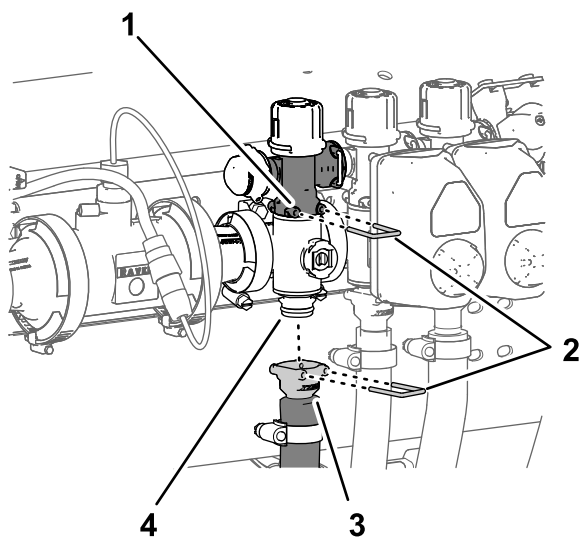

Рисунок 120
1. Снимите штифт быстроразъемного соединения, который крепит быстроразъемный соединитель перепускного клапана секции к коллекторному клапану секции (Рисунок 120).
2. Снимите штифт быстроразъемного соединения, который крепит быстроразъемный соединитель шланга подачи секции к коллектору быстроразъемного штуцера на коллекторном клапане секции (Рисунок 120).